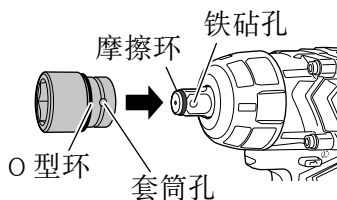

图 9
- (1) 将 O 型环滑出凹槽，将套筒孔与铁砧孔对齐，将铁砧插入套筒。(图 9)